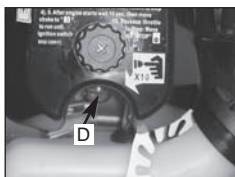

Fig. 10
1. Pompez « l'amorceur » (D) 10 X fois. (Fig. 10)